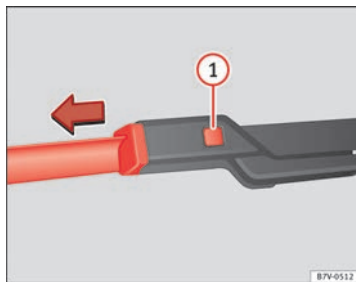

Fig. 161 Sostituzione delle spazzole dei tergicristalli.
- Tenere premuto il tasto di sblocco ⇒ fig. 161 ① tirando delicatamente la spazzola nella direzione indicata dalla freccia.